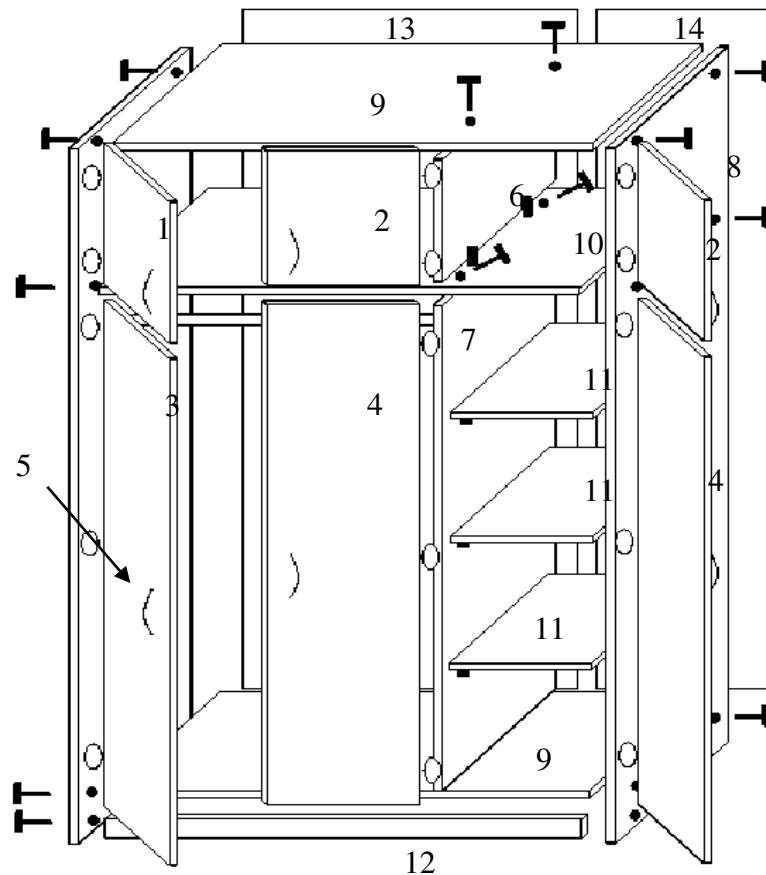

Рис.1
1.1. На стенки вертикальные (поз.5,8) прикрепите гвоздями подпятники, ответные планки на шуруп 4*16(рис. 1), а на двери (поз.1,2,3,4) – петли на шуруп 4*16. На стенку вертикальную (поз. 5) и средник (поз.7)прикрепите штангодержатели на шуруп 4*16.